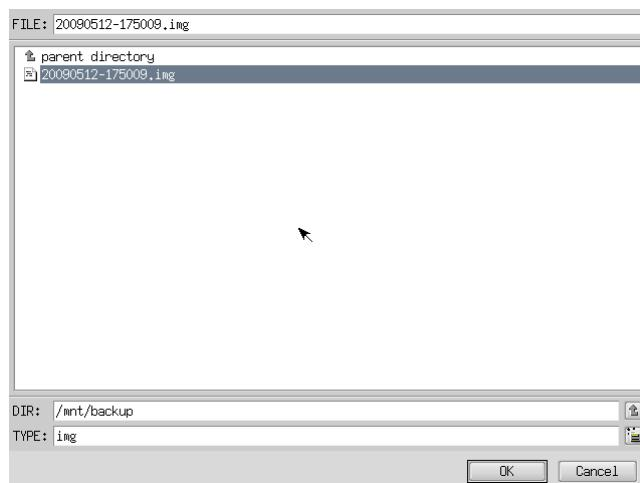

図6-4-3. ファイル参照画面
- ⑦ ファイル参照画面（図6-4-3）が表示されます。②で接続したメディアは、/mntにマウントされていますので、/mnt以下から目的のファイルを探してください。[OK]を押すとファイル選択画面にもどります。